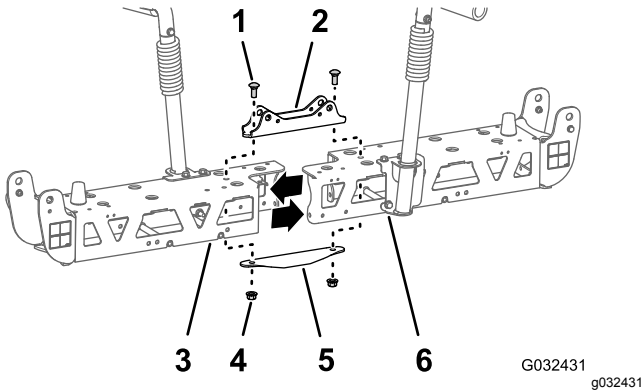

Figura 53
- Retire os dois parafusos de carroçaria ($\frac{1}{2}$ pol. x $1\frac{1}{4}$ pol.) e as duas porcas de bloqueio ($\frac{1}{2}$ pol.) que prendem a montagem do cilindro estreita, as estruturas de armação esquerda e direita e a placa de ancoragem estreita (**Figura 53**).